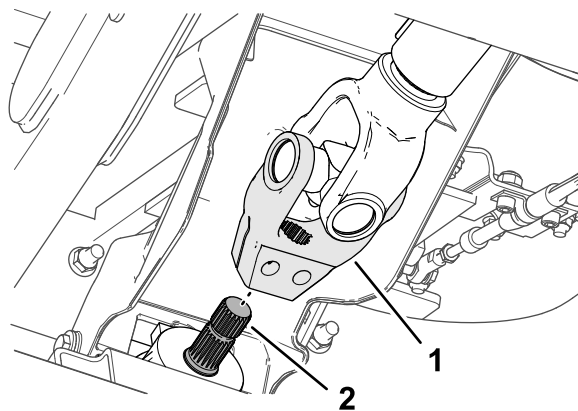

Figure 18
5. Alignez les cannelures de la chape de l'arbre d'entraînement et celles de l'arbre d'entrée de l'outil (**Figure 18**), puis glissez la chape sur l'arbre.